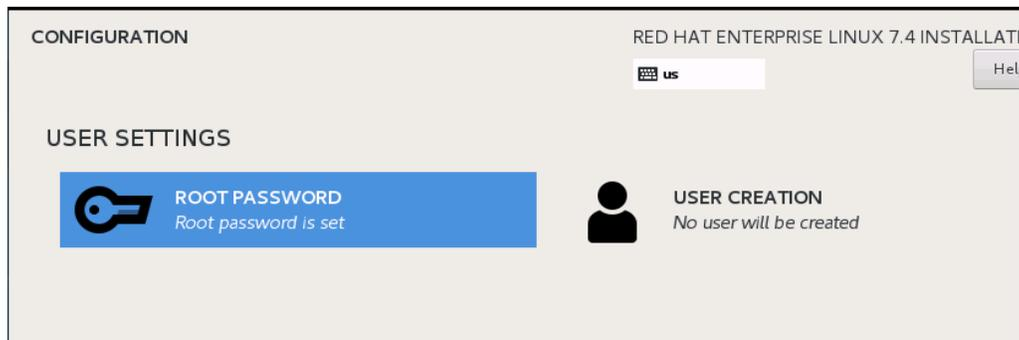

Figure 9-25. Konfiguration von Red Hat Enterprise Linux 7.4
8. Wählen Sie im Fenster „Configuration“ (Konfiguration) (Abbildung 9-25) die Sprache aus, die während des Installationsvorgangs verwendet werden soll, und klicken Sie dann auf **Continue** (Weiter).